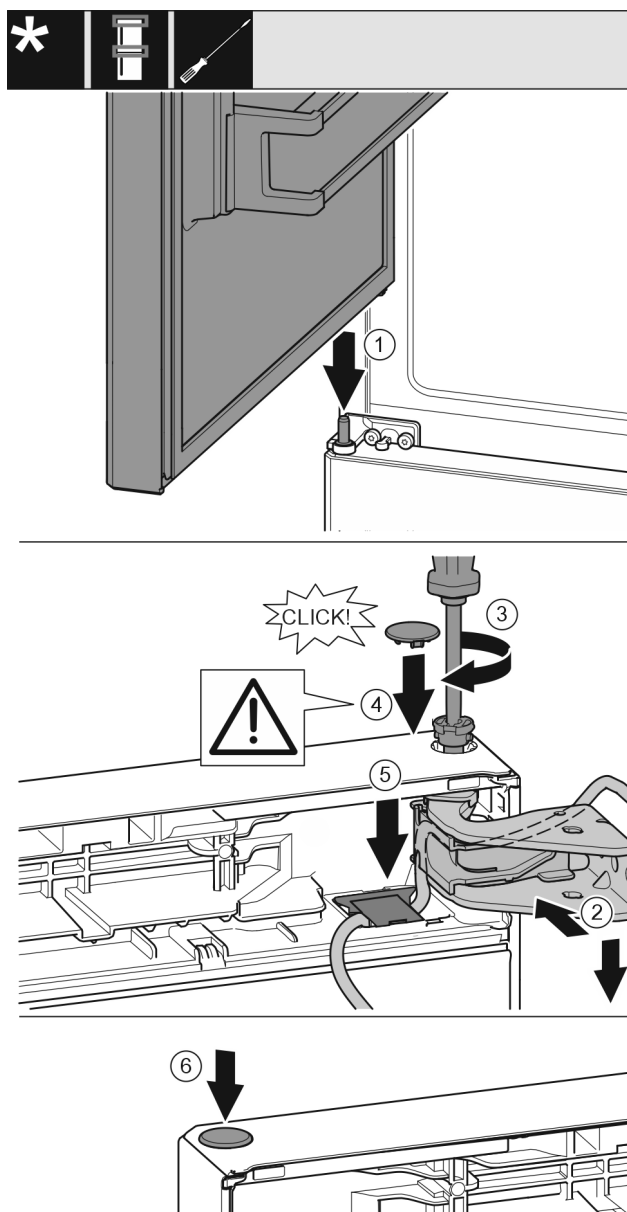

Fig. 42
- Mettre la porte supérieure sur l'axe de palier du milieu Fig. 42 (1)
- Orienter la porte en haut pour l'ouverture dans le support de palier. Fig. 42 (2)
- Poser le boulon et le visser avec un tournevis T15. Fig. 42 (3)
- Monter le cache de sécurité pour sécuriser la porte : Mettre en place le cache de sécurité et vérifier qu'il repose sur la porte. Sinon, enfoncer à fond le boulon. Fig. 42 (4)
- Mettre le cache et appuyer vers le bas jusqu'à ce qu'il s'enclenche. Fig. 42 (5)
- Mettre le bouchon en place. Fig. 42 (6)